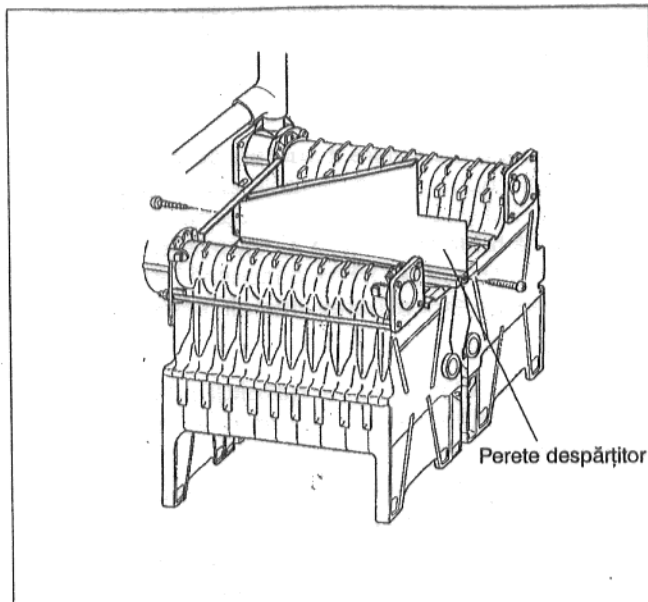

Fig. 16a
- Se așează peretele despărțitor și se înșurubează ușor la peretele frontal respectiv în spate la partea mijlocie (Fig. 16a).